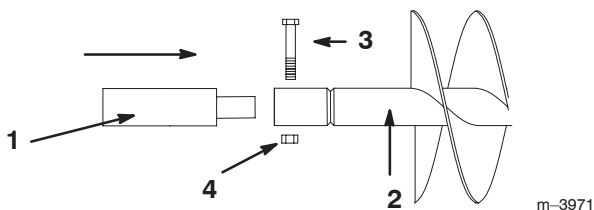

Bild 3
5. Wenn Sie eine Verlängerung mit dem Erdbohrer verwenden, setzen Sie das Ende der Verlängerung in das Ende des Erdbohrers ein und befestigen Sie den Erdbohrer mit einer Schraube (7/8 x 4-1/2 Zoll) und einer Mutter (7/8 Zoll) an der Verlängerung (Bild 3).